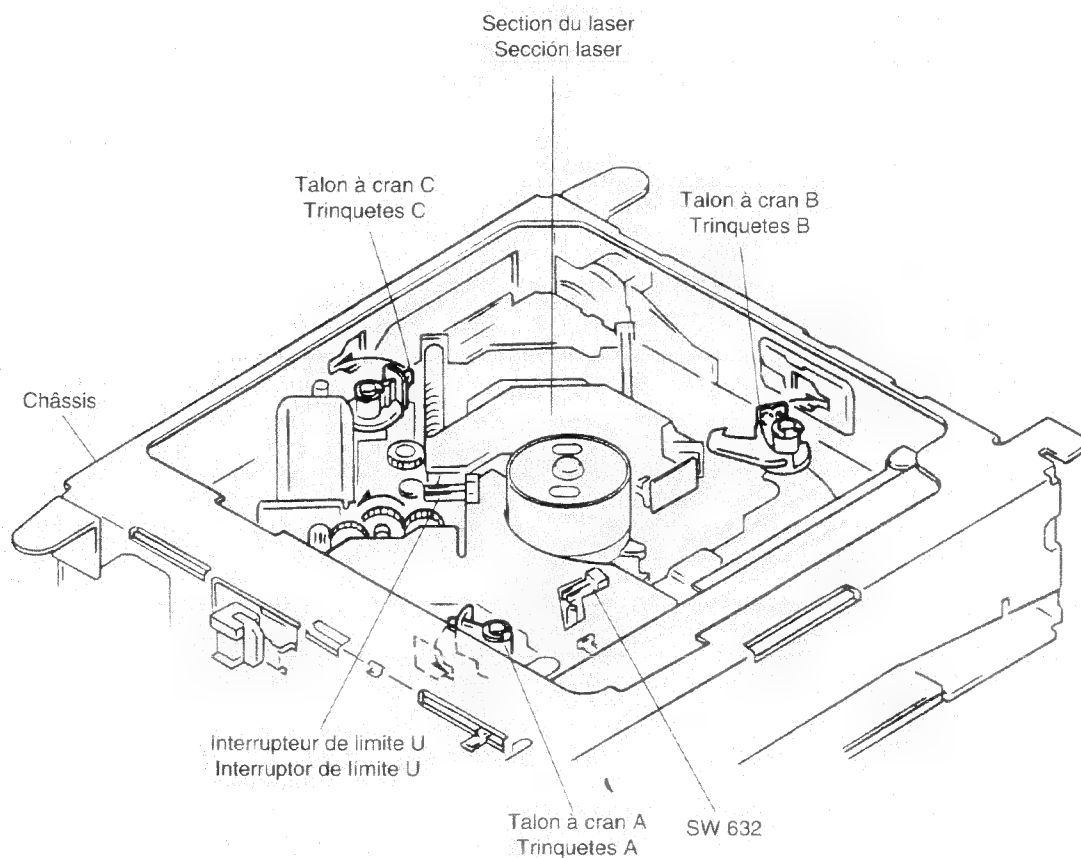

Fig. 6
- 1) Presser l'un des leviers X manuellement à côté et simultanément tourner le mécanisme de broche T, fig. 6 + 9.
- 1) Apriete la palanca X al lado y girar el mecanismo de husillo T simultaneamente, vea fig. 6 y 9.